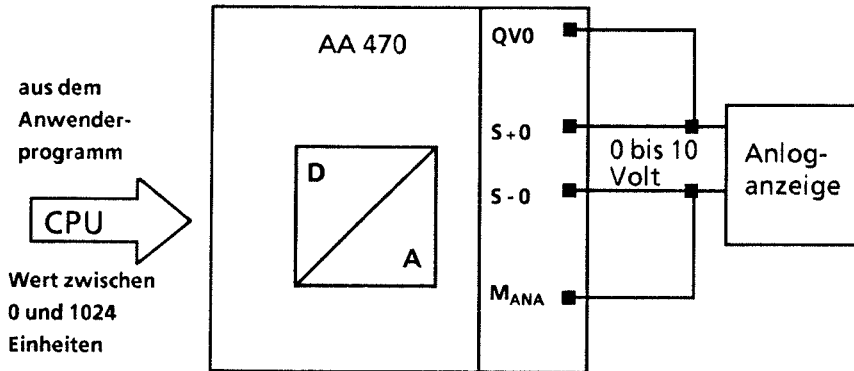

Bild 10.20 Funktion der Analog-Ausgabebaugruppe AA 470
- Anzeigeeinstrument direkt am Frontstecker der Baugruppe anschließen (Anschlußpunkte: QV0, S + 0, S-0, M_{ANA}). Von der Analog-Ausgabebaugruppe wird eine Spannung zwischen 0 und 10 Volt an das Anzeigeeinstrument ausgegeben, so daß am Instrument die Füllstandshöhe analog abgelesen werden kann (Bild 10.20).